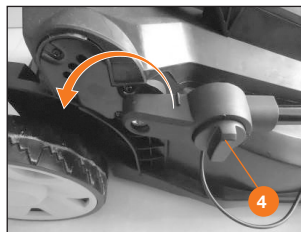

Рис. 21
- Поверните зажим **4** чтобы установить рукоятку (Рис. 21).